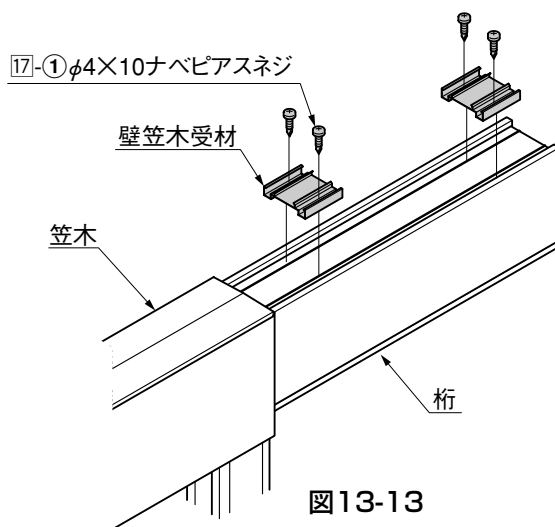

図13-13
- ③ 壁笠木受材を桁に17-①で取付けてください。(図13-13参照)